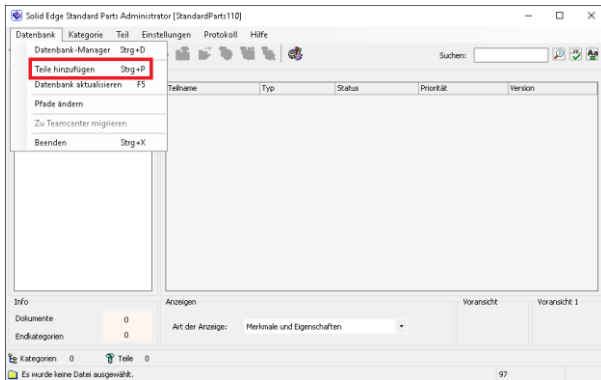

Abbildung 18
5.3. Um die Datenbank zu füllen, wählen Sie im Reiter *Datenbank* -> *Teile hinzufügen* (Abb. 18).